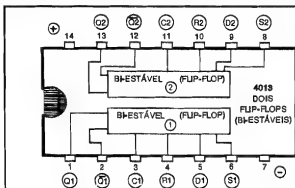
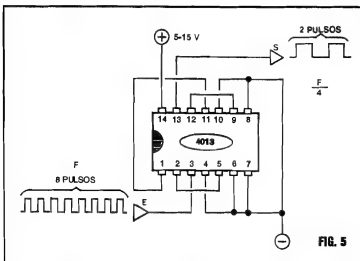

FIG. 1
FIG. 5
- FIG. 1 - O C.MOS 4013, CONTENDO DOIS FLIP-FLOPS BI-ESTÁVEIS...- Conforme vimos na "Aula" anterior, um dos mais importantes blocos lógicos é o do chamado **BIESTÁVEL**, que pode atuar tanto como verdadeira "célula de memória" (já que "guarda" um certo nível digital ou estado lógico, pelo tempo que for necessário, até que lhe seja dada uma ordem de "apagamento"...), quanto como **contador** ou **divisor por 2**. Alguns pontos práticos que já vimos, sobre os **BI-ESTÁVEIS**, são que tais blocos podiam ser construídos com **uma** ou com **duas** Entradas, e que, geralmente, apresentavam **duas** Saídas *invertidas* ou *complementares entre si* (ou seja: sempre que
- FIG. 5 - "CIRCUITANTO" O 4013 COMO DIVISOR POR 4... - Se não "forçar" muito a cabecinha de Você, caros Leitores/"Alunos" (lembram-se daquelas elementares primeiras Lições de Aritmética, nas primeiras séries do primeiro grau...?), pedimos notar que dividindo o número ou quantidade de duas vezes por 2, teremos o equivalente à sua divisão por 4... Assim, como o 4013 contém dois blocos capazes de, individualmente, fazer divisões por 2, basta "enfileirar" de forma lógica os dois blocos para se obter uma divisão por 4... O esqueminha da figura mostra como isso pode ser feito na prática, pela simples interligação correta das Entradas, Saídas e pinos de Controle dos dois blocos do 4013, e sem o auxílio de nenhum outro componente externo (apenas o puro e simples trabalho do Integrado...)! Comparando o esquema com o diagrama das "entranhas" do 4013 (FIG. 1), percebe-se claramente que a Saída NORMAL do primeiro BIESTÁVEL (pino 1) encontra-se diretamente ligada à Entrada de CLOCK do segundo BIESTÁVEL (pino 11), e que - agora - recolhemos a Saída final do conjunto no pino de Saída do segundo BIESTÁVEL (pino 13). Dessa forma, a Frequência final obtida será 4 vezes menor do que a aplicada à Entrada E...! Em outras palavras (e conforme exemplificamos os diagramas de formas de onda na figura...), se aplicados 8 pulsos completos à Entrada E teremos - no mesmo intervalo de Tempo - 2 pulsos completos na Saída S... Uma rigorosa e concreta divisão por 4...!